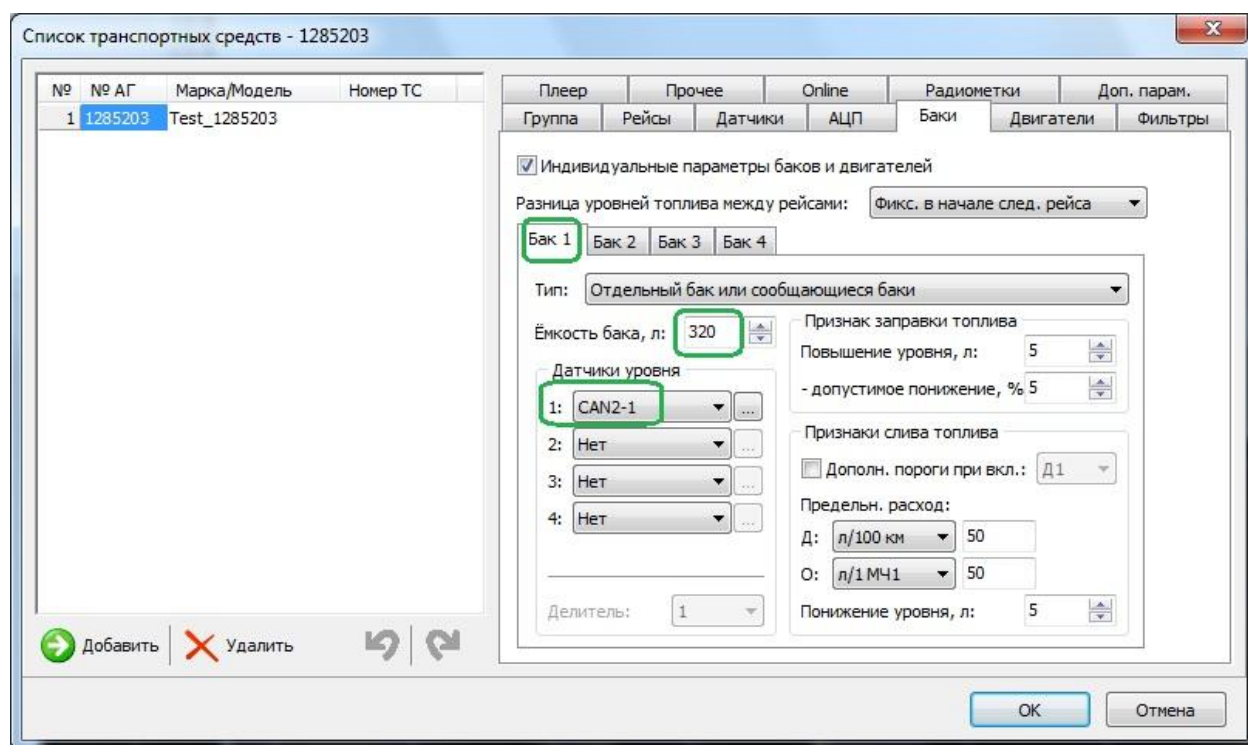

Рисунок 4
3.2.2. На вкладке «Баки» выбрать бак, источник данных и прописать ёмкость бака (Рис. 4):